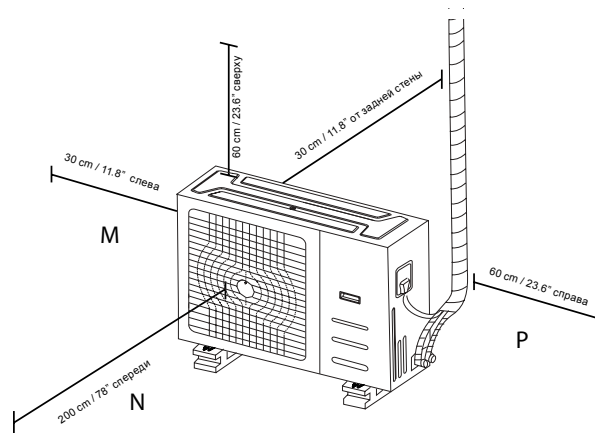

Рис. 5.7
**ПРИМЕЧАНИЕ:** Минимальное расстояние между наружным блоком и стенами, указанное в инструкции по монтажу, не распространяется на герметичные помещения. Как минимум с трех сторон (М, N, Р) корпус наружного блока ничто не должно загораживать (рис. 5.7).